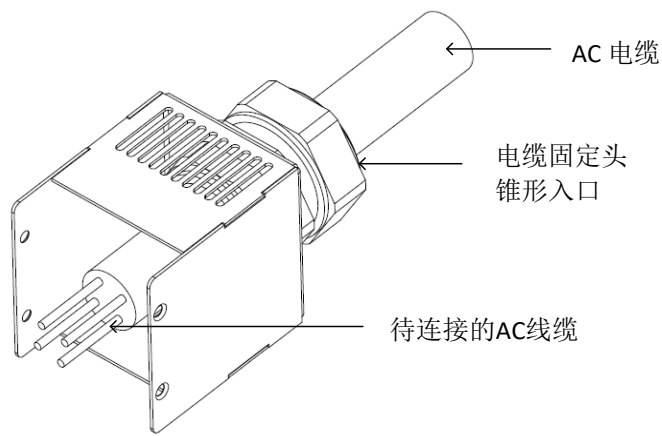
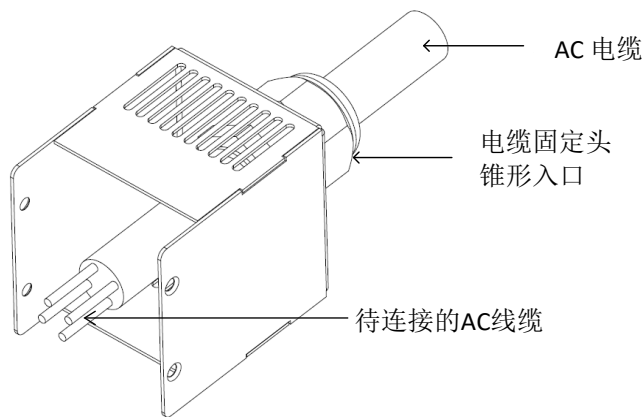

图 4-33: 裸线穿过三相 208 应力消除支架
图 4-34: 裸线穿过三相 400/480 应力消除支架
5. 将交流电缆穿过电缆固定头和应力消除支架。对于三相 208，请参见图 4-33。对于三相 400/480，请参见图 4-34。